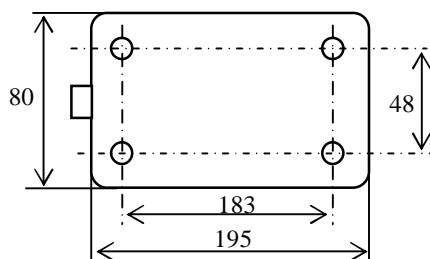
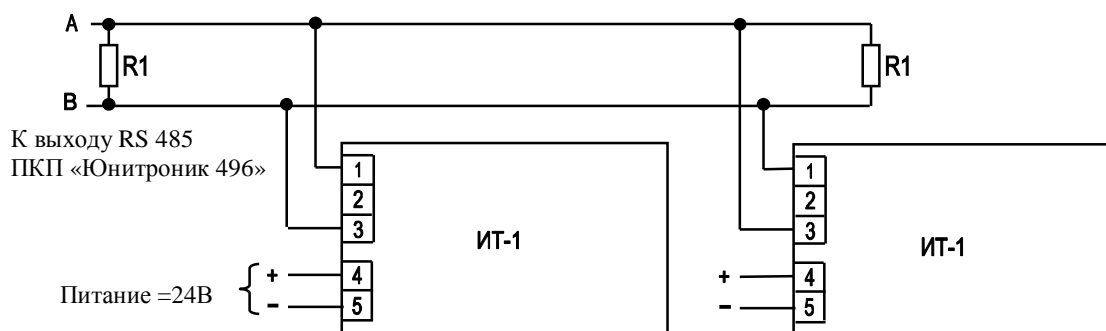

Рис.1. Габаритные и установочные размеры табло. Слева показан кабельный ввод.
Рис. 2. Назначение клемм табло ИТ-1. R1 = 100 Ом ±5%, 0,25 Вт.
6.1.2. Габаритные и установочные размеры табло представлены на рис.1, схема подключения на рис.2. Программирование табло не требуется (кроме действий, указанных в п.4.2).